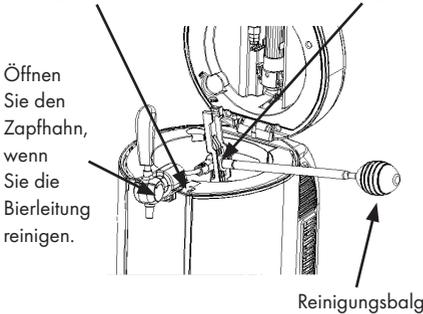

Abbildung 22
**Hinweis:** Bauen Sie den Dosiermechanismus, wie in Abbildung 22 dargestellt, vor der Reinigung auseinander.